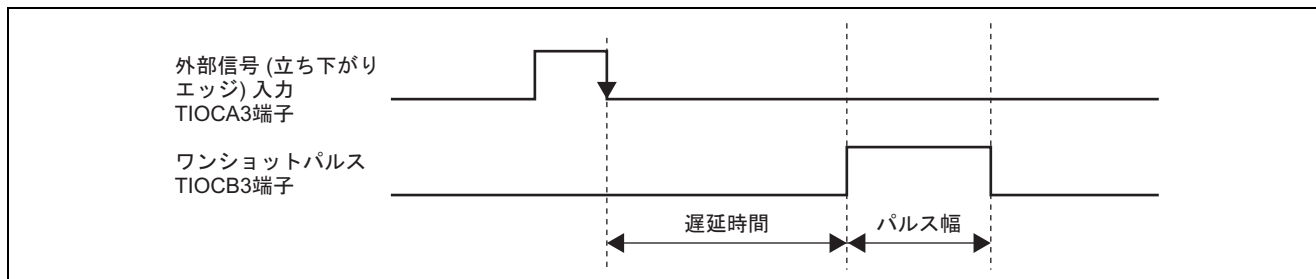

図1 ワンショットパルス出力
- (1) 図 1 に示すように、外部信号の立ち下がりに同期してワンショットパルスを出力します。
- (2) TPU_3 のバッファ動作機能と DMAC 転送機能を使用します。
- (3) 遅延時間およびパルス幅は、任意の値を設定可能です。